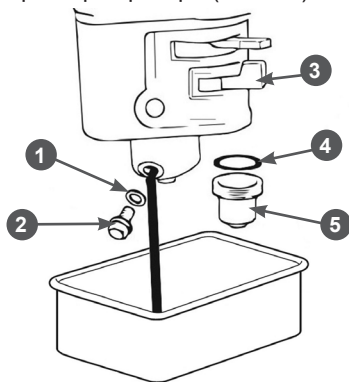

Рис. 24 Обслуживание карбюратора
- Установите рычаг 3 топливного крана в положение «ЗАКРЫТО» (Рис. 24).
- Открутите болт 1 сливного отверстия и слейте топливо из поплавковой камеры карбюратора (Рис. 24).
- Открутите стакан отстойника 5, вылейте из него топливо в заранее подготовленную емкость (Рис. 24).
1. Слейте топливо из топливного бака и карбюратора (Рис. 24).